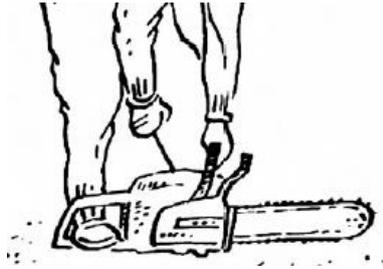

Figura 6.2. Método primero para arrancar una motosierra.
- Primer método para arrancarlo consiste en dejar la motosierra en el suelo, con el pie derecho pisar la manija posterior, la mano izquierda agarra la manija delantera y con la mano derecha se tirará del tiraflector (figura 6.2).